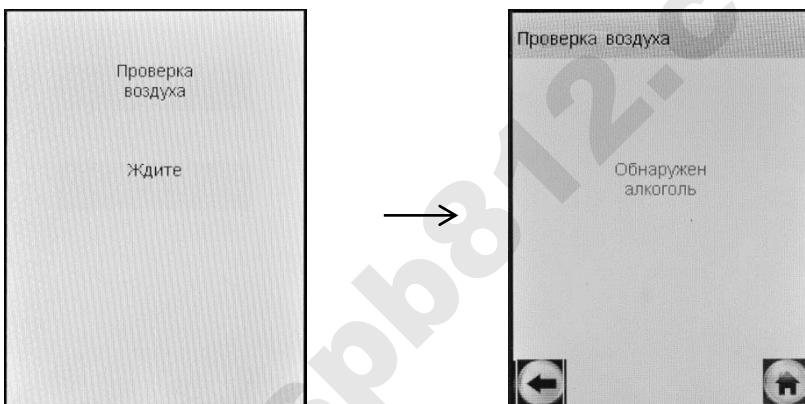

Рисунок 17 – В окружающем воздухе, мундштуке или в заборной системе обнаружены пары этанола
2.7.18 Если при выполнении 2.7.9 настоящего РЭ в окружающем воздухе, мундштуке или заборной системе анализатора будет обнаружен этанол или другие компоненты, которые могут оказывать влияние на показания анализатора, на экране появится сообщение «Обнаружен алкоголь» (рисунок 17, справа).